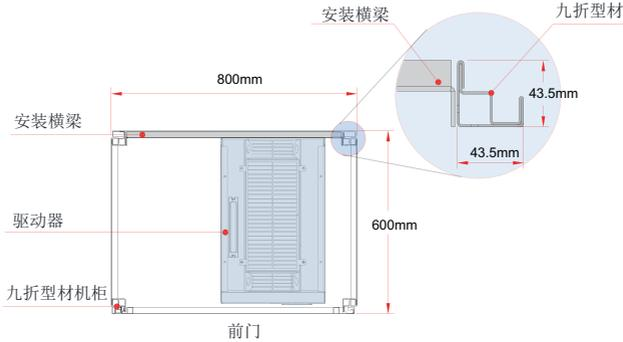

图 3-16 IS580T370-R1~IS580T720-R1 机柜俯视图示意图
1	在九折型材机内安装好驱动器固定用的安装横梁（如图 3-16）。
- 1、建议机柜柜体采用九折型材机柜（PS 机柜），九折型材截面如放大图如图 3-16 所示；